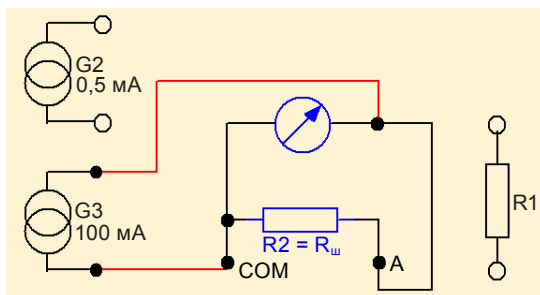

Рис. 7. Подключение измерительного прибора с шунтом к 100 мА источнику тока G3
13. Подключить измерительный прибор с шунтом к 100 мА источнику тока G3 (рис. 7).